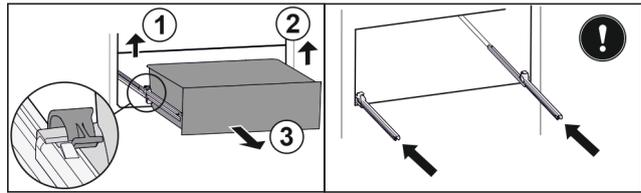

Fig. 149
- ▶ Sollevare il morsetto sinistro e allo stesso tempo tirare in avanti il cassetto sinistro. Fig. 149 (1)
- ▶ Sollevare il morsetto destro e allo stesso tempo tirare in avanti il cassetto destro. Fig. 149 (2)
- ▶ Rimuovere il cassetto tirandolo in avanti. Fig. 149 (3)